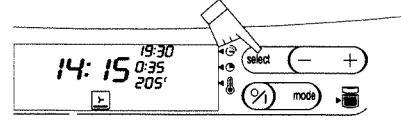

Fig. 8
6. Pulse la posición y después las teclas para regular la hora de fin de cocción (fig. 8).